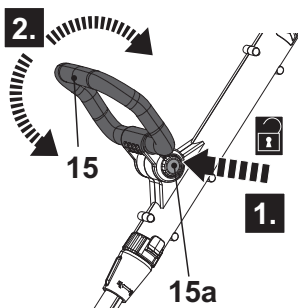

Fig. 7
1. Appuyez sur le bouton de verrouillage (15a) et maintenez-le dans cette position, puis tournez la poignée secondaire (15) vers le haut ou vers le bas pour régler l'angle (Fig. 7).